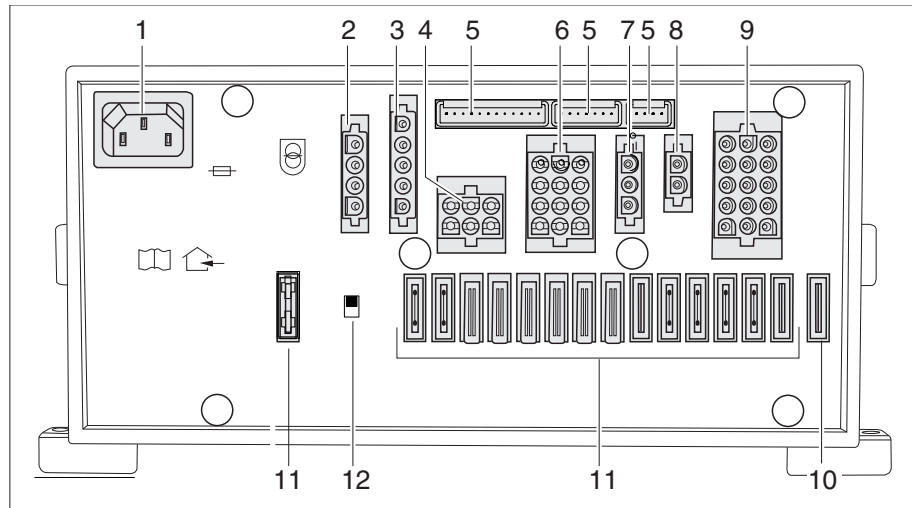

Bild 246 Elektroblock (EBL 111)
- ▷ Der Batterie-Trennschalter (Bild 246,12) trennt alle Verbraucher, die am Elektroblock angeschlossen sind, vom 12-V-Netz.